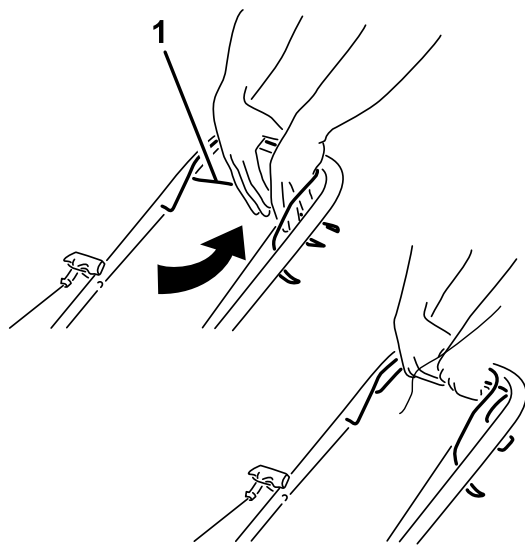

Рисунок 16
- Для включения самоходного привода прижмите штангу управления самоходным приводом к рукоятке и удерживайте ее в этом положении (**Рисунок 16**).